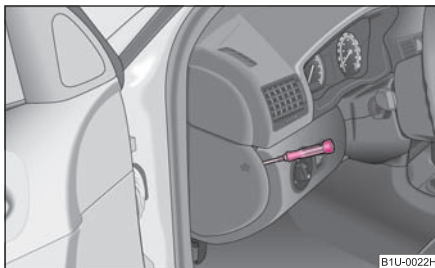

Fig. 175 Capacul suportului de siguranțe: Tabloul de bord, lateral
- Îndepărtați capacul de siguranță de pe lateralul tabloului de bord cu ajutorul unei șurubelnițe ⇒ **fig. 175**, resp. capacul cutiei cu siguranțe din compartimentul motorului ⇒ pagina 189.